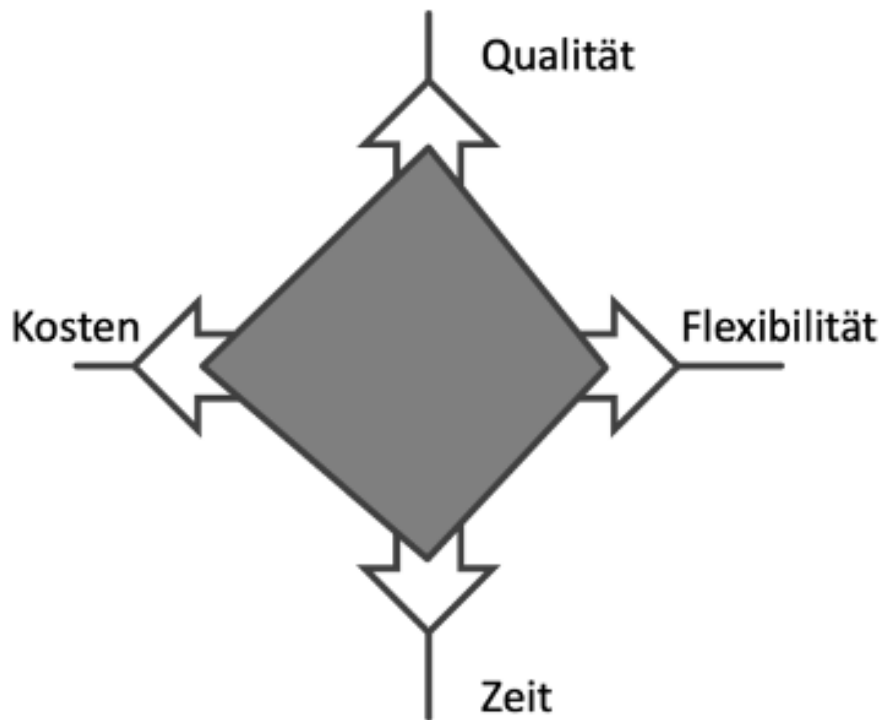

Abbildung 3: Teufelsviereck
**Dimensionen der Verbesserung** Durchlaufzeit, Kosten, Qualität, Flexibilität. (Abbildung 3)